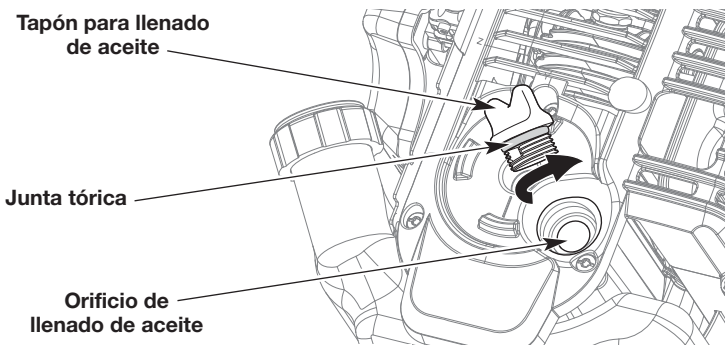

Fig. 21
3. Limpie la zona que rodea el tapón de llenado de aceite (Fig. 21) a fin de evitar que ingresen residuos en el orificio de carga de aceite.
NOTA: Compruebe que la junta tórica esté en su lugar en el tapón de llenado de aceite (Fig. 21).
1. Limpie la zona que rodea el tapón de llenado de aceite (Fig. 21) a fin de evitar que ingresen residuos en el orificio de carga de aceite.